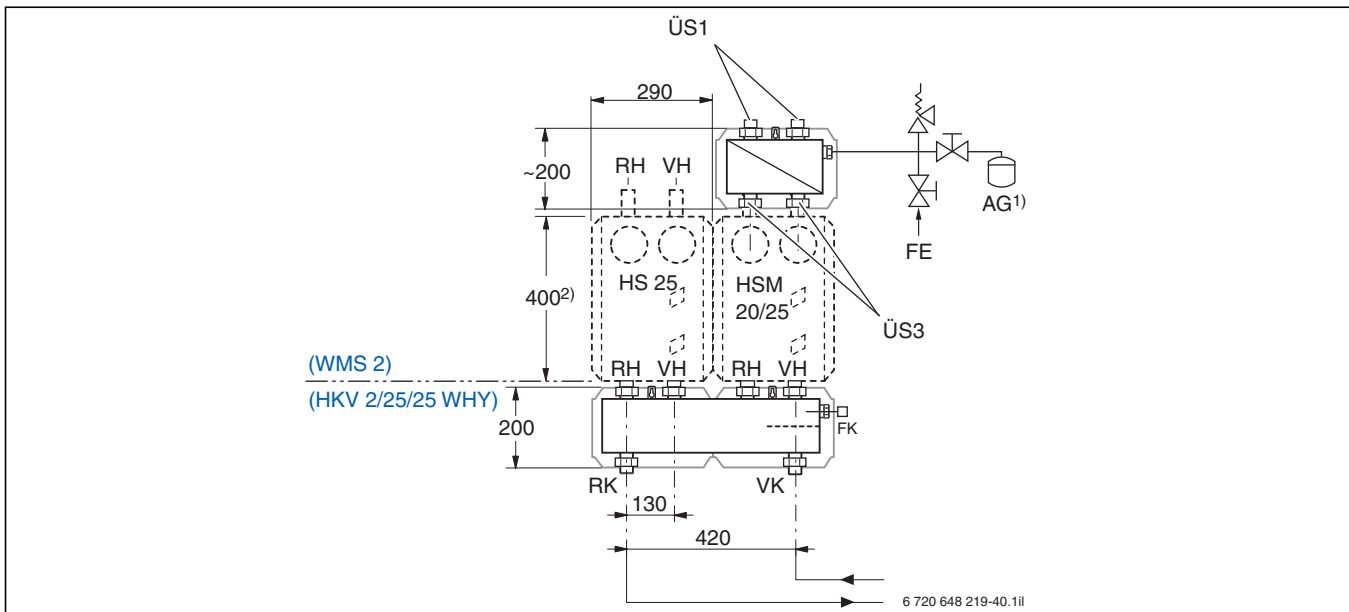

Bild 74 Abmessungen Systemtrennungs-Set Heizkreisverteiler DN 25 mit integrierter hydraulischer Weiche für zwei Heizkreise (Maße in mm)
Legende zu Bild 74 und 75:
- 2) Bild 74: Höhe der Heizkreis-Sets HSM 15(-E), HSM 20(-E), HSM 25(-E) und HS 25(-E)